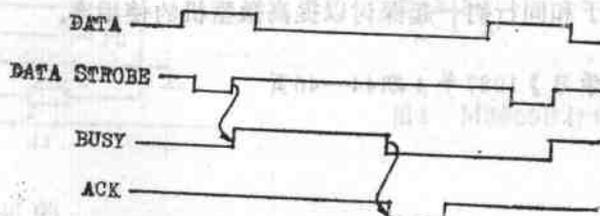

图2
M2024、MODEL1550、EN—P1090这几种打印机的接口板都装在打印机的机械部件下面，需要拆开打印机的机械装置后才能取出接口板。一旦取出接口板，即使再恢复打印机的机械装置，并加电运行，也无法测试到在打印机运行时接口板上的有关信号状态。由于这种特殊情况，我们只能对接口板进行单独测试。首先考虑到打印机自检正常，是在和PC机联机应答时出现不打印的现象，因此需要了解接口信号的应答关系，接口信号的定时图如图2所示。
从图2可看出，当PC机在Data线上送出数据后，接着发出Data Strobe数据选通信号。打印机用Data Strobe信号的上升沿接收数据并置BUSY忙标志。当打印机对此次收到的信息处理完毕后，清除BUSY忙标志，并向PC机发出ACK回答信号，这表示PC机可以接着发下一个数据了。在这一应答过程中，若打印机接口工作不正常，可能有以下三个原因：①打印机不能正确接收Data信号；②打印机不能正确接收Data Strobe信号；③打印机不能控制BUSY信号或发出ACK信号。其中任一原因都会使PC机进入死等状态，从而出现死机。若打印机没有正确接收Data或Data Strobe信号，或者是BUSY、ACK电路不正常，都会